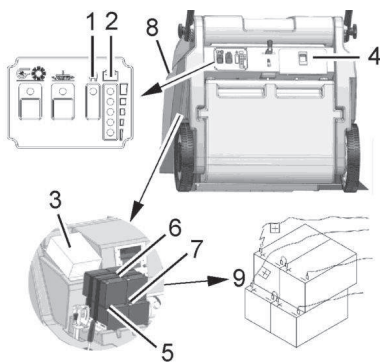

Fig. 7
Las baterías sólo pueden ser manipuladas y cambiadas por personal de mantenimiento debidamente cualificado. El indicador de control de carga (Fig. 7/2) indica el estado de carga de las baterías durante el funcionamiento. Cuando las baterías están descargadas, el LED rojo parpadea. Las funciones de la máquina están restringidas. ¡Cargue las baterías inmediatamente!
El indicador de control de carga (Fig. 7/2) indica el estado de carga de las baterías durante el funcionamiento. Las baterías deben cargarse inmediatamente cuando se enciende el LED rojo. Las baterías (Fig. 7/7) se cargan mediante el cargador de baterías integrado (Fig. 7/3). El cargador se conecta mediante el cable de alimentación (Fig. 7/4).
Mientras se carga la batería, se enciende el indicador de batería del cargador (Fig. 7/1).
4. Afloje las correas de amarre (Fig. 7/6).
5. Desconecte el cable de conexión (Fig. 7/5) de las baterías y retírelas.
4. Apriete las correas de amarre (Fig. 7/6).
5. Conecte los polos de la batería a los cables de conexión según el esquema de conexión (Fig. 7/9). ¡Es posible que se produzcan chispas al conectar las baterías! ¡Compruebe para asegurar un ajuste firme!
6. Cierre el capó (Fig. 7/8) y asegúrelo con el perno de bloqueo del bastidor.